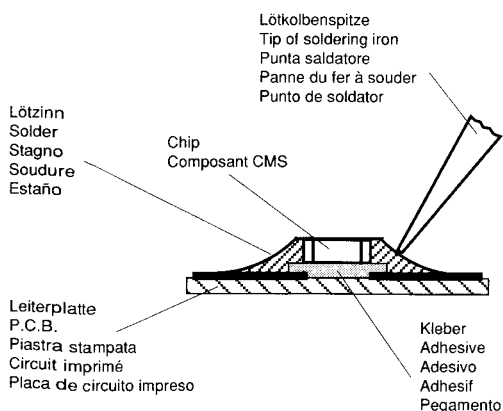

Fig. 1
1. Schritt: CHIP- Lötstelle mit Sauglitze absaugen (Fig. 1).
1. Aspirare i punti di saldatura del CHIP con una calza dissaldante (Fig. 1).
1. step: Clean the CHIP soldering point with a solder wick (Fig. 1).
1. Aspirer la soudure du composant CMS à la l'aide de la tresse à souder (Fig. 1).
- Primer paso: Aspirar el estaño del punto de soldadura con un aspirador de los tipos de pera o de resorte (Fig. 1).